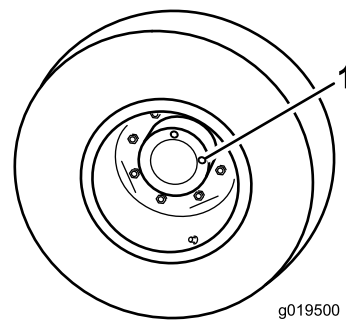

Figura 103
1. Com a máquina numa superfície plana, posicione a roda de forma a que 1 tampão de verificação fique na posição das 12 horas e o outro na das 3 horas (Figura 103).
2. Retire o tampão da posição das 3 horas (Figura 103).